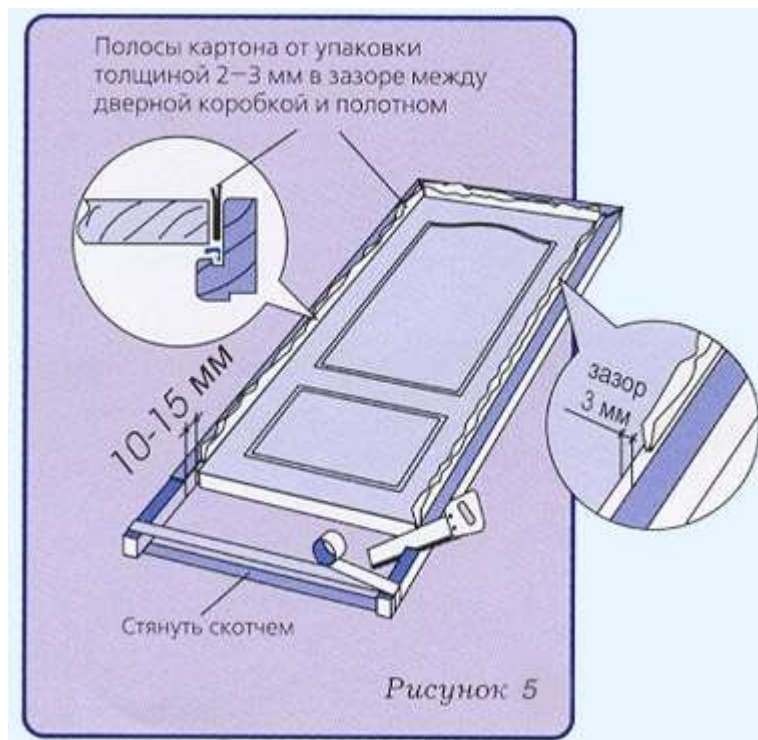

Рис.5
2. Уложите полотно в П-образную конструкцию коробки. Для жесткости нижнюю часть коробки можно стянуть скотчем (рис.5)